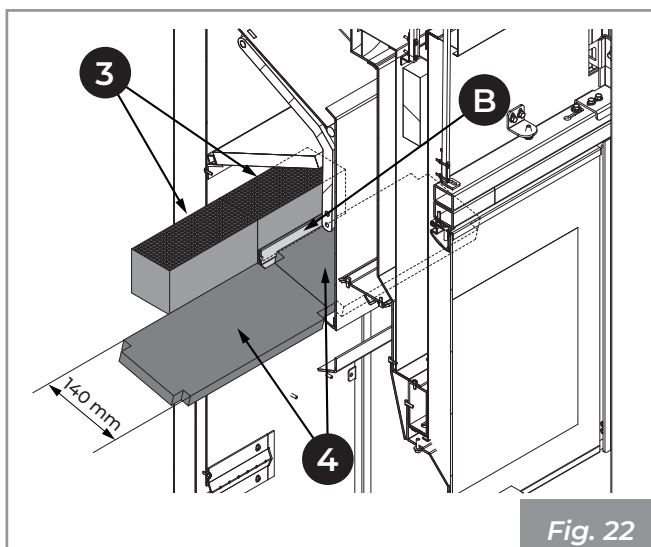

Fig. 22
- 5) Colocar los O2RING (3) apoyándolos en el respectivo soporte (B) (Fig. 22).